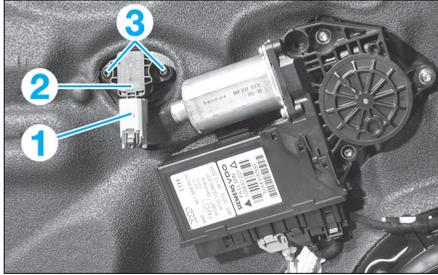

Fig. 11
- Débrancher le connecteur (1) du capteur (2) (Fig.11).
- Desserrer les deux vis (3) du capteur de collision.
- Déposer le capteur (2).